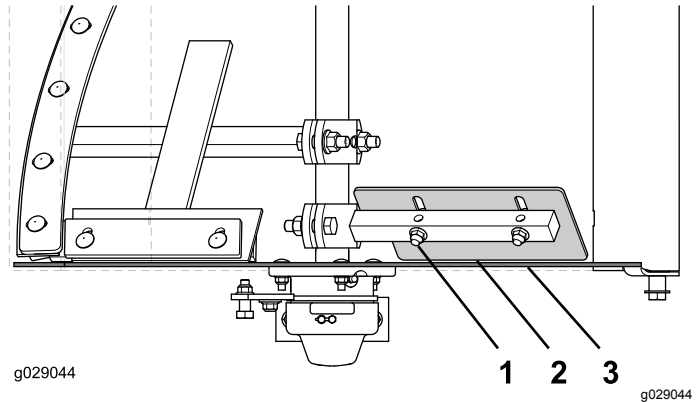

Figura 75
2. Afloje los pernos de cabeza redonda y las contratuercas prensadas que sujetan la paleta de extremo ajustable a la paleta fija. (Figura 75)